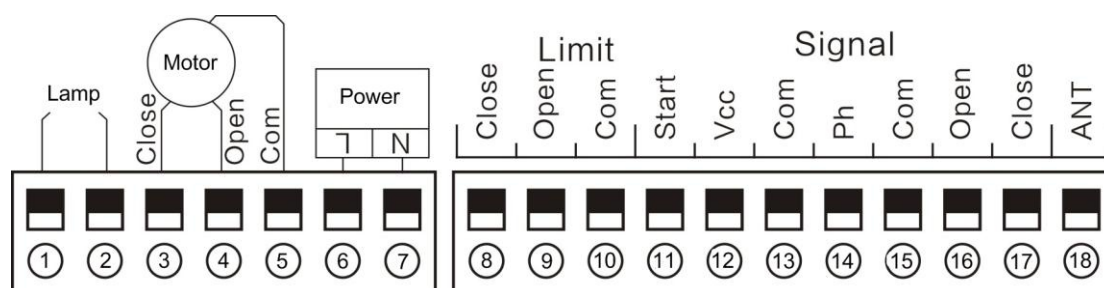

Рисунок 7
14. Монтажная электрическая схема (Рисунок 7)